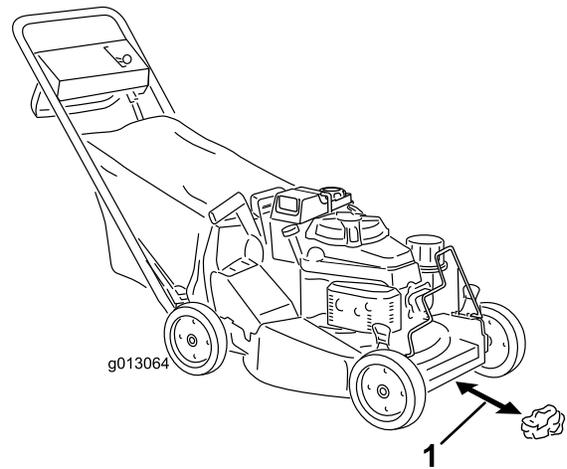
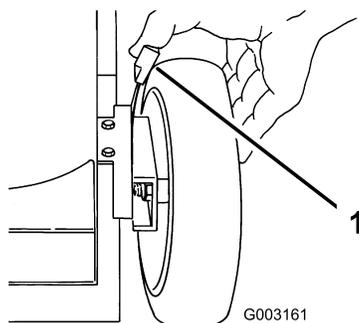

Figure 14
Figure 19
3. Réglez les 4 roues à la hauteur de coupe de 64 mm (2,5 po) (Figure 19).
4. Placez le levier de changement de vitesses en position point mort (N).
5. Roulez en boule une demi-feuille de papier journal (environ 76 mm (3") de diamètre) et placez-la sous le tablier de coupe, comme illustré à la Figure 14.
6. Placez une boule de papier journal à 12,7 cm ( po) devant la tondeuse (Figure 14).
- A. Placez une boule de papier journal à 12,7 cm (5 po) devant la tondeuse (Figure 14).
1. Tirez le levier de réglage de hauteur vers la roue (Figure 19) et amenez-le à la position voulue.